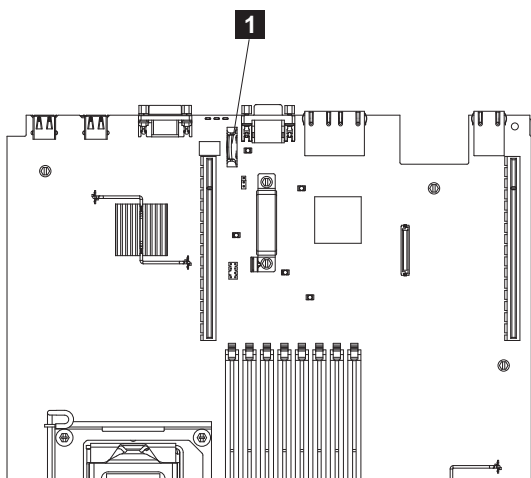

図 186. SAN ボリューム・コントローラー 2145-CG8 または 2145-CF8 CMOS バッテリー・ホルダーの位置
7. システム・ボード上のバッテリー **1** を見つけます。245 ページの図 186 には、このバッテリーのロケーションを記載してあります。